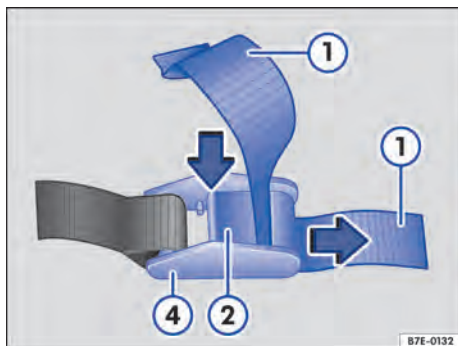

Fig. 139 Soltar la cinta con hebilla.
2. Presione la palanca → fig. 139 ② y extraiga la cinta ① de la hebilla ④.
3. Introduzca la cinta → fig. 139 ① de atrás hacia delante entre la palanca ② y el puente ③.
4. Apriete la cinta → fig. 139 ① y suelte la palanca ②.